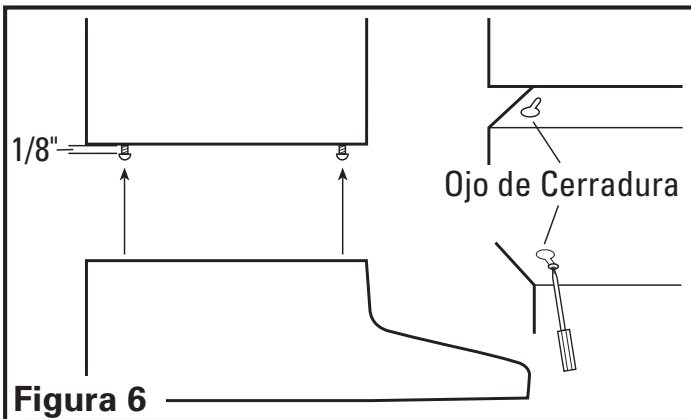

Figura 6
5. Instale los 4 tornillos montantes en las ubicaciones previamente marcadas. Deje un espacio libre de aproximadamente 1/8". Deslice la campana hasta colocarla en su lugar a través de los orificios con forma de ojo de cerradura y alinee el frente de la campana para que esté al mismo nivel del frente de los gabinetes. Ajuste firmemente todos los tornillos (**Figura 6**).